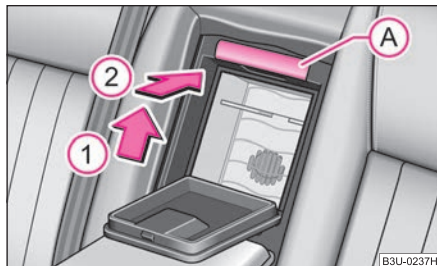

Abb. 76 Kühlbox ausbauen
- Ziehen Sie die Verriegelung **A** heraus ⇒ Abb. 76.
- Schieben Sie die Verriegelung **A** ⇒ Abb. 76 bis Anschlag in den Befestigungsrahmen.